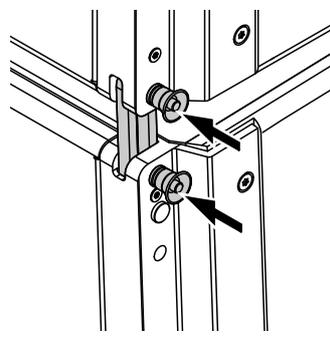

図 3: スプレイ角が 2° の SUB to SUB、フリー
3. キャビネット間のスプレイ角 (フリー) が 2° の SUB to SUB (⇒ 図 3)。